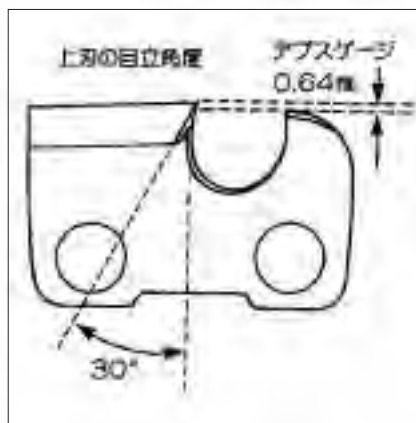

図18
- ガイドバーに対して丸ヤスリ(4mm)を30°傾け、丸ヤスリの直径1/5(約)が上刃よりでるようにソーチェーンに当ててください。(図18,20参照)
- 平ヤスリをデプスゲージに水平に当てて目立ちしてください。(図18,22参照)